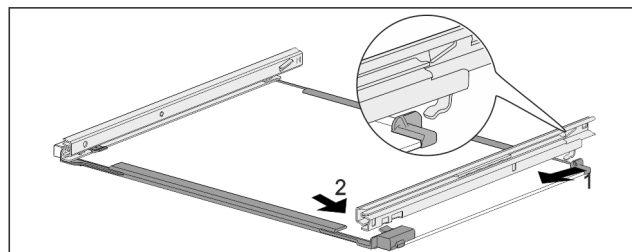

Fig. 158 Ripiano in vetro con guide
- Agganciare la guida sul lato posteriore. Fig. 158 (1)
- Innestare la guida sul lato anteriore. Fig. 158 (2)